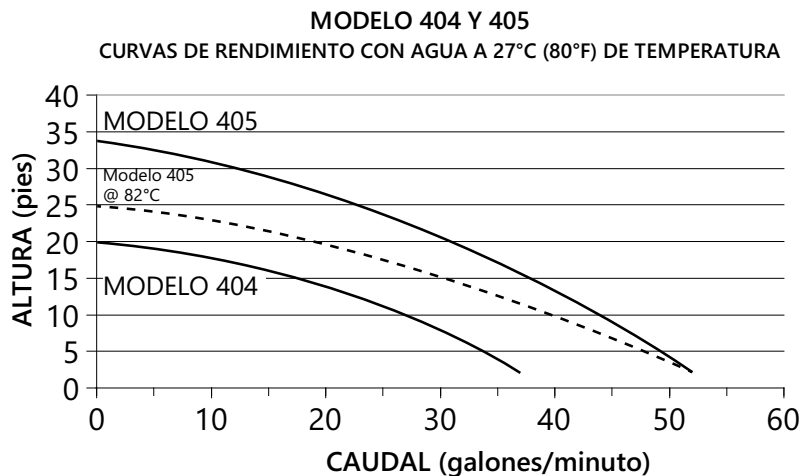

Figura 8. Curvas de rendimiento para 404 y 405
**IMPORTANTE:** No cambie la longitud del amarre. Si necesita reemplazar el interruptor, compruebe que el amarre nuevo tenga la longitud indicada en Figura 8. (La longitud del amarre es la distancia que va desde la abrazadera hasta la parte superior del interruptor de flotador.)
Se alcanzó la altura máxima (vea la Figura 8).	Intente llevar la tubería a un nivel más bajo. Si esto no fuera posible, puede que haga falta instalar otra bomba a la mitad de la altura total.